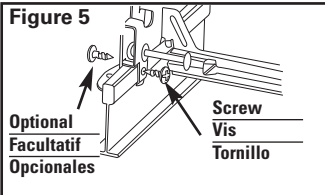

Figure 5
Step 3. Snap fixture on T-bars. Secure with screw (not included) as shown (Fig. 5).
Paso 3. Encaje la lámpara sobre las bar-ras en T. Asegurar con un tornillo (no incluido) como se muestra (Fig. 5).
Étape 3. Placer l'appareil sur les supports en T. Les fixer à l'aide de vis (non fournies) comme illustré (Fig. 5).